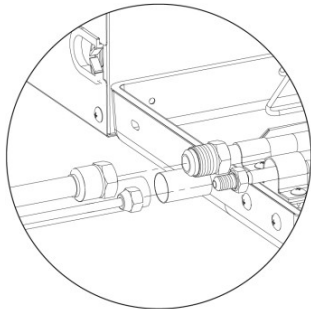

Рис. 4.3.4
- (1) Снимите покрытие трубы и заглушку.
- (2) Направьте расширяющуюся часть медной трубы на центр резьбового соединения. Плотнo закрутите раструбную гайку вручную, как показано на Рис.4.3.4. (Убедитесь, что внутренняя труба подсоединена правильно. Неправильное расположение центра не позволит надежно закрутить раструбную гайку. Резьба гайки будет повреждена, если раструбную гайку закрутить принудительно).